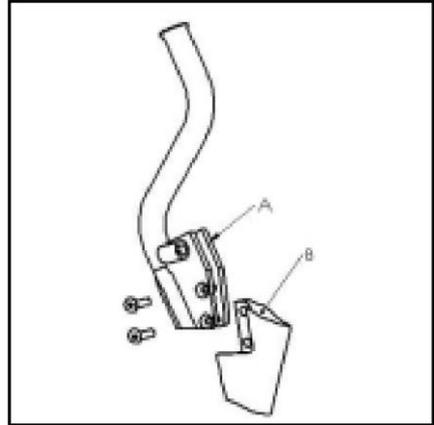

Fig. 18
a) smontare il complessivo coltro + portacoltro (A, Fig. 18) del braccio di attrezzatura di semina.
b) smontare il coltro (B, Fig. 18) dal portacoltro